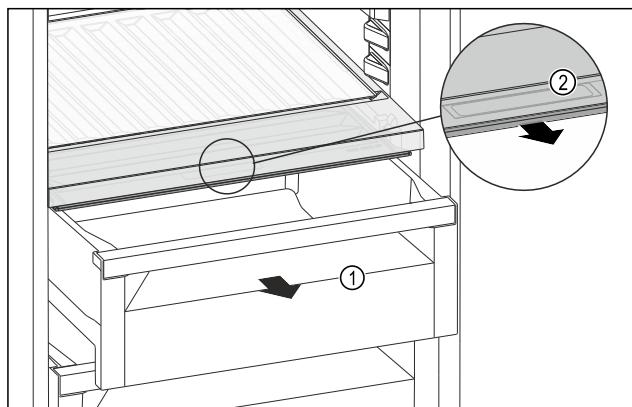

Fig. 107
- ▶ Izvlecite predal Fig. 107 (1).
- ▶ Primite prijemovalno vdolbino Fig. 107 (2) na pokrovu predala in predal istočasno povlecite naprej.